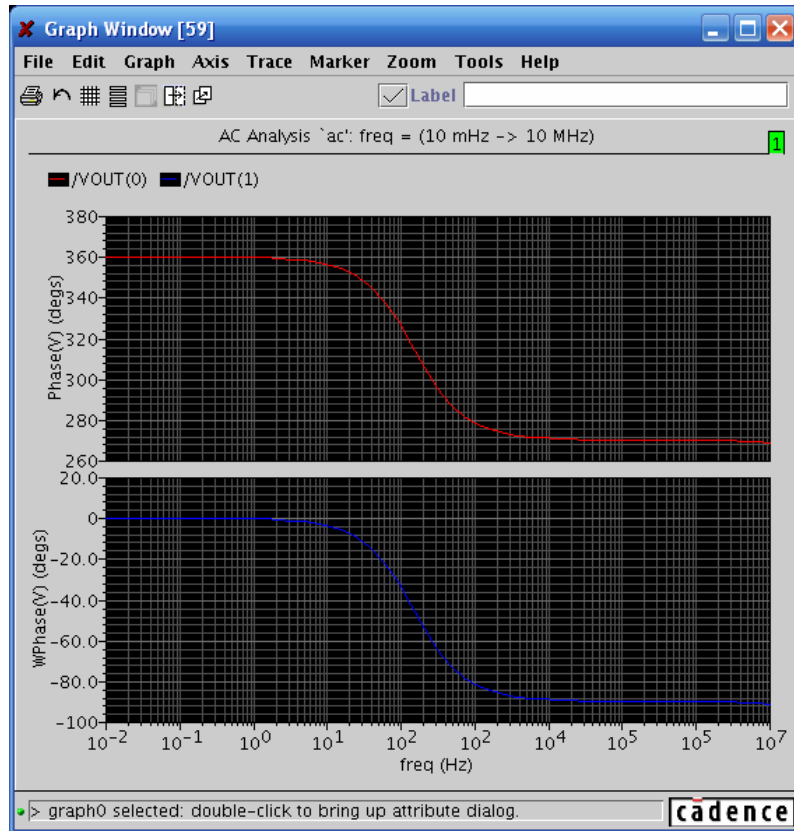

图 5.6 “phase” 与 “wphase”分析图
- “Phase” & “WPhase”：相位曲线，两者不同之处在于“Phase”是从 360° 开始作图，而“WPhase”是从 0° 开始作图。如图 5.6 所示。